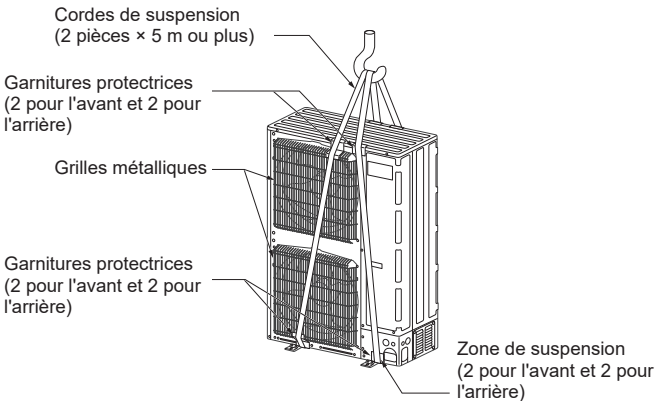

Fig. 2-2
2.3.1. Suspension de l'appareil (Fig. 2-2)